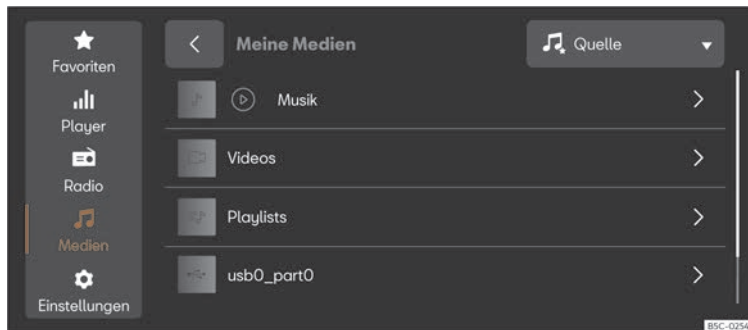

Abb. 177 Schematische Darstellung: Ansicht Medien.
- Drücken Sie **HOME** > **⏮** > **🎵** >>> (**Abb. 177**).